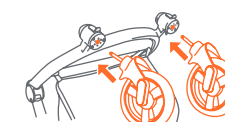

Fig. 1c
- Penchez la poussette vers l'arrière et poussez chaque assemblage de roues avant dans le logement de roues avant jusqu'à ce que les roues soient bloquées en place (Fig. 1c). **REMARQUE :** Tirez sur l'assemblage de roues afin de vous assurer qu'il est solidement fixé à la poussette.